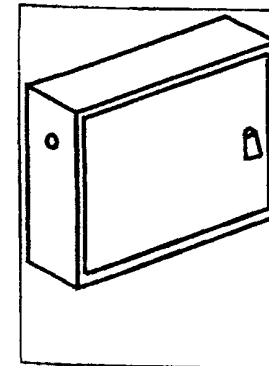

Рис.2 Устройства навесного типа
- навесные, для установки на стене: рис.2(ИР31)